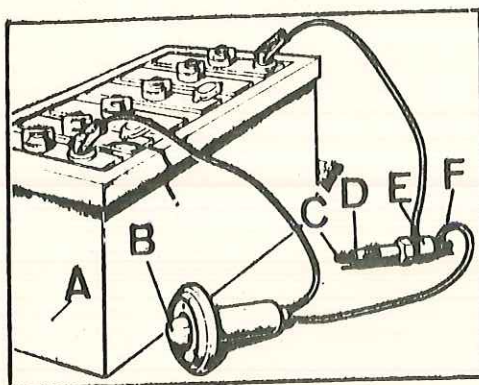

Fig. P3-25 Comprobación de la bujía de caldeo
- 4.1. Para verificar la continuidad del circuito de la bujía (Fig. P3-25), se montará en serie una lámpara, B, de las del tipo de posición en el circuito de una batería de 12 V, teniendo en cuenta que la colocación de esta lámpara, es ESENCIAL para evitar el deterioro de la bujía.